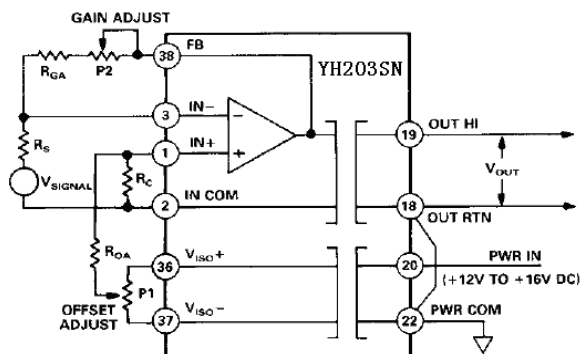
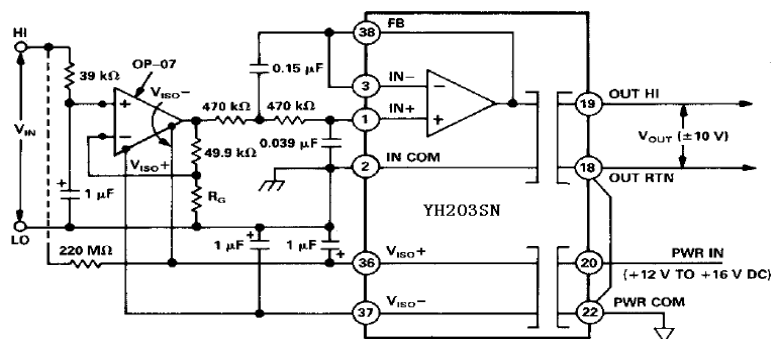

图 11 输入端放大倍数和零位调整应用电路图
图14 低电平信号放大隔离电路
九、典型应用图（图 9、图 10、图 11、图 12、图 13、图 14）
3.1 输入端放大倍数和零位调整隔离电路 (图 11)
5 低电平信号放大隔离电路（图 14）
对一些低电平小信号的放大应用(如热电偶信号隔离放大)，可以采用如图14所示电路。该电路在YH203SN之前增加一个OP07放大器，由YH203SN的隔离电源给其供电,保证了前后级信号绝对隔离。